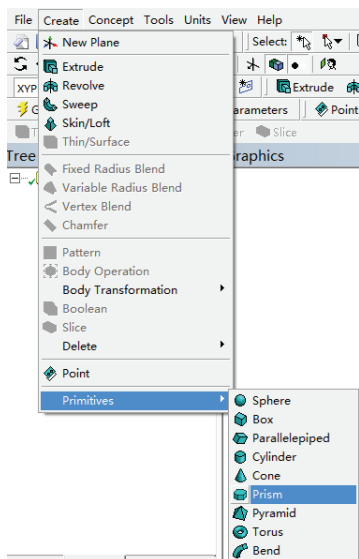

图 4-15 创建项目
1) 在 DM 界面的菜单栏中选择 Create>Primitives>Prism，如图 4-15 所示，此时在树结构图中创建 Prism1 对象。